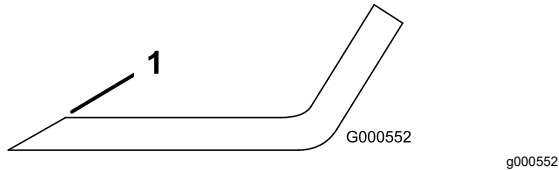

Figure 77
1. Au moyen d'une lime, aiguisiez les tranchants aux deux extrémités de la lame (Figure 77).
Remarque: Si la lame est déséquilibrée, limez un peu l'extrémité de l'ailette seulement (Figure 77).